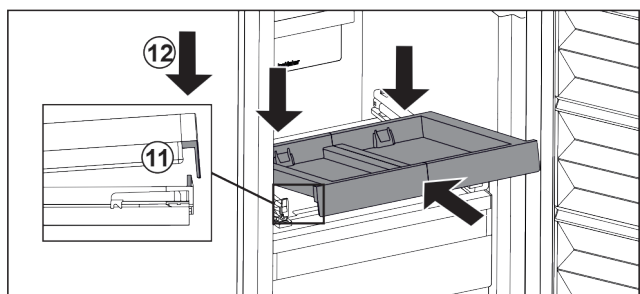

Fig. 33
- ▶ Вставьте, наклоняя вниз. Обратите внимание на то, чтобы на обеих сторонах упор был за накладкой. Fig. 33 (11)
- ▶ Снимите выдвижную панель спереди. Fig. 33 (12)